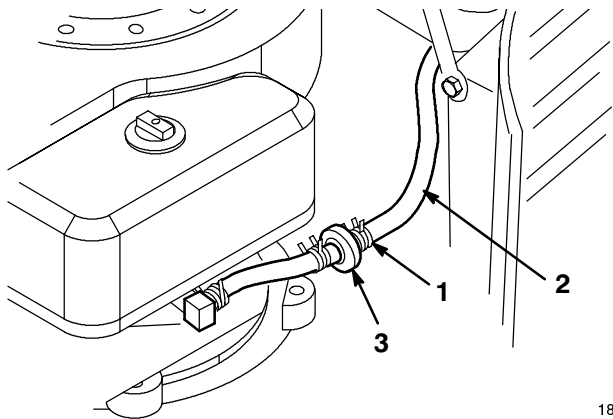

Figure 31
3. Pincez les extrémités du collier de fixation et poussez le collier en haut de la conduite d'alimentation, en direction du réservoir d'essence (Fig. 31).
4. Débranchez la conduite d'alimentation du filtre (Fig. 31) et laissez l'essence s'écouler dans un bidon ou un bac de vidange.
Le meilleur moment pour remplacer le filtre à carburant (Fig. 31) est lorsque le réservoir à carburant est vide. Ne remontez jamais un filtre sale après l'avoir enlevé de la conduite d'alimentation.
3. Pincez les extrémités des colliers et faites glisser ceux-ci pour les éloigner du filtre (Fig. 31).